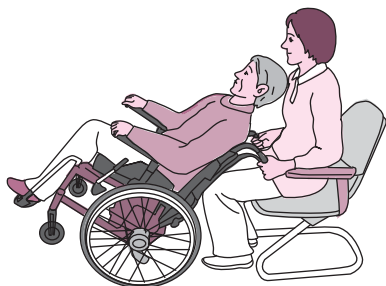

図 2-21
- 車いすのキャスター上げをして、臀部にかかっていた圧を背中側で受けるという介助もあります。一看すると介助者の負担が大きいに感じられる介助方法ですが、実際には介助者も座って行えることから、キャスター上げが座った方が容易に行える動作であることから、介助者への負担が少なく、比較的高齢の介助者であってもできる可能性が高い方法です。(図 2-21)